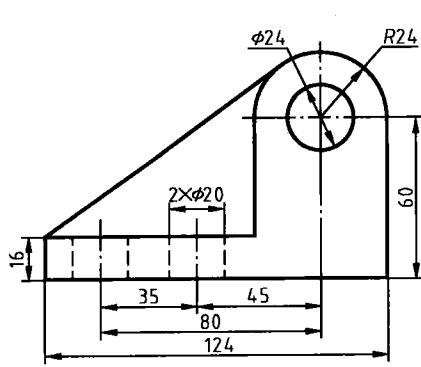
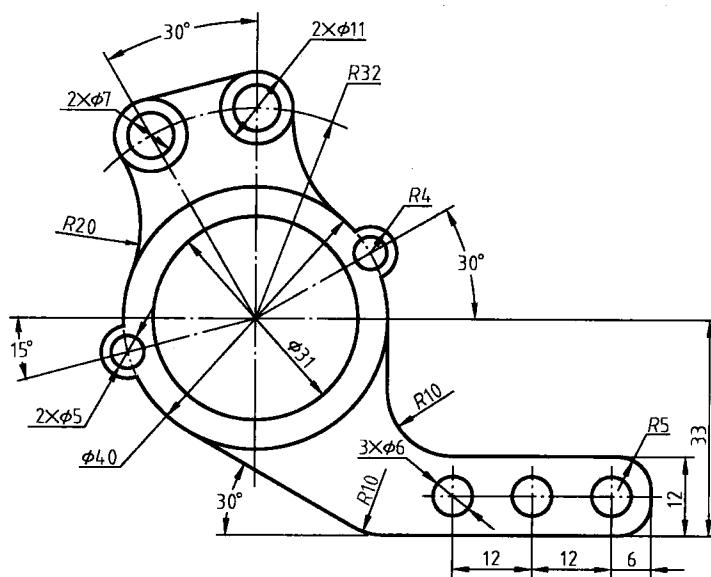

图 1-8 平面图（一）
图 1-12 平面图（五）
- 1) 以 A4 图幅为样板绘制下列零件平面图，如图 1-8 ~ 图 1-12 所示。